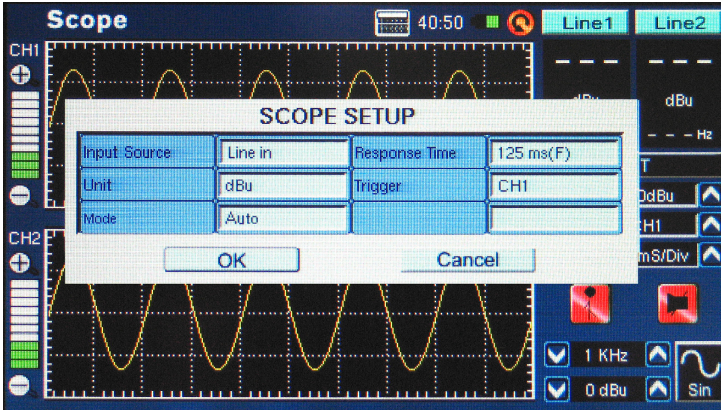

figura 52
1. Ingrese al menú SET dentro de la función Scope (figura 52). Aquí los usuarios pueden ajustar la fuente de entrada, la unidad, el tiempo de respuesta y el trigger. El scope puede ser utilizado para una multiplicidad de mediciones, a través entradas de micrófono y de línea.